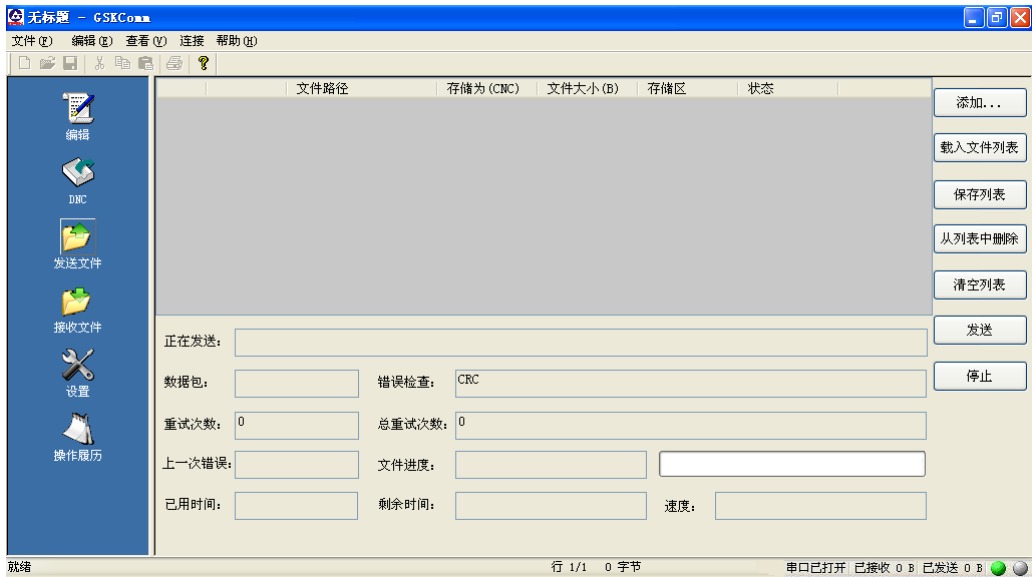

图 11-2-2-5
3、点击 按钮，把需要发送到CNC的文件都添加进来。如图11-2-2-6。